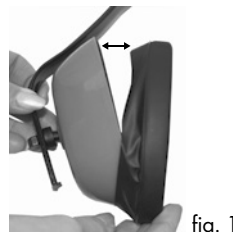

fig. 1
- Retire las almohadillas usadas de las orejeras y sustitúyalas por otras nuevas (consulte la fig. 1).